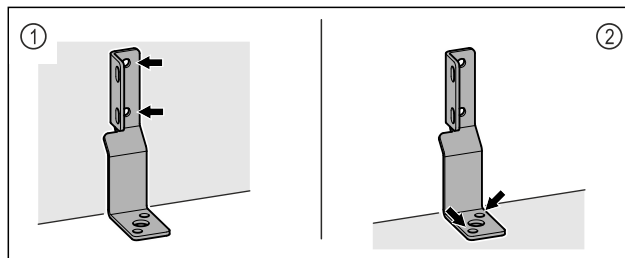

Fig. 6
- Winkel an Wand Fig. 6 (1) oder Boden Fig. 6 (2) befestigen.